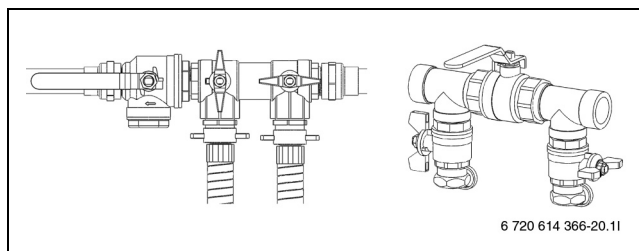

Bild 28 Påfyllnadssatser i tryckhöjningsläge
► När urluftningen är klar ska kretsen trycksättas. Vrid ventilerna på påfyllnadssatsen till tryckhöjningsläge och trycksätt kretsen till 2,5 - 3 bar (→ Bild 28).